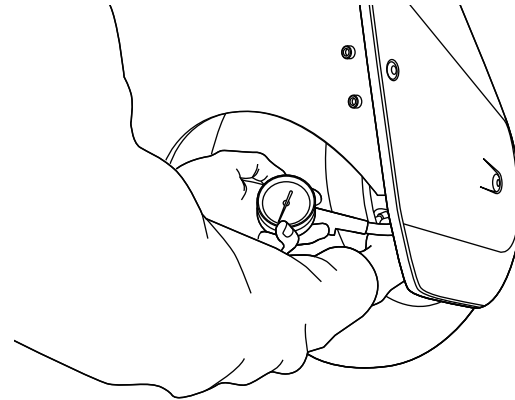

Abbildung 48: Prüfen Sie den Vorderreifendruck hinter der Radabdeckkappe
4. Lokalisieren Sie den Ventileinsatz hinter der Abdeckkappe des Vorderrads und prüfen Sie den Reifendruck (**Abbildung 48**).